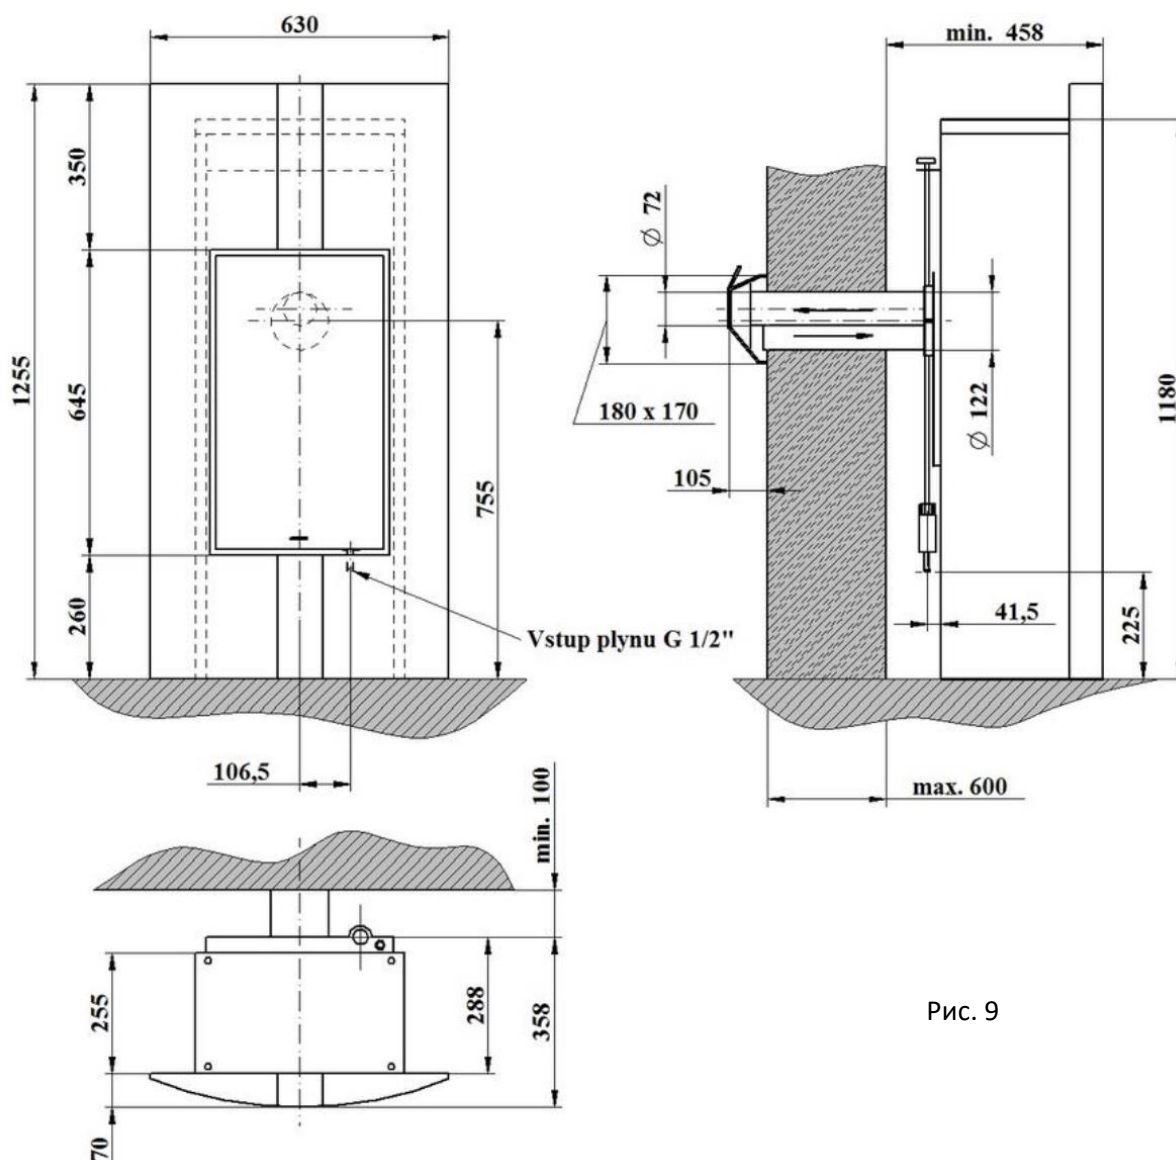

Рис. 9
2. Если используется гибкое газораспределительное соединение, устройство необходимо зафиксировать от перемещения и закрепить на стене. Для этого используйте прилагаемые резьбовые стержни (рис. 11), которые устанавливаются в отверстия в верхней левой части устройства, если смотреть на обогреватель спереди (см. Рис. 9 на стр. 12). Закрепляем его после крепления удерживающей пластины к стене обеими гайками.
- Монтаж удлинителя для подачи воздуха и отвода дымовых газов должен вести к стене по периметру согласно (см. Рисунок 9). В частности, необходимо соблюдать мин. расстояние нижнего края корзины для выдоха от окружающей местности.